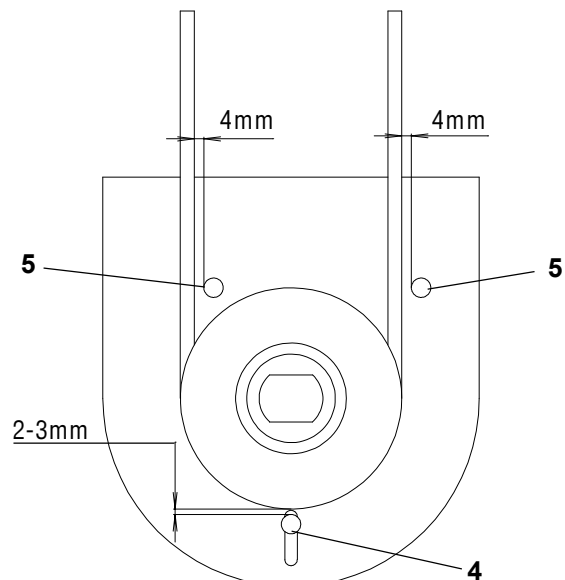

Fig. 6
5.1.2 Montage de la poulie du moteur, de la courroie et des capots couvre-courroie (Fig. 6)